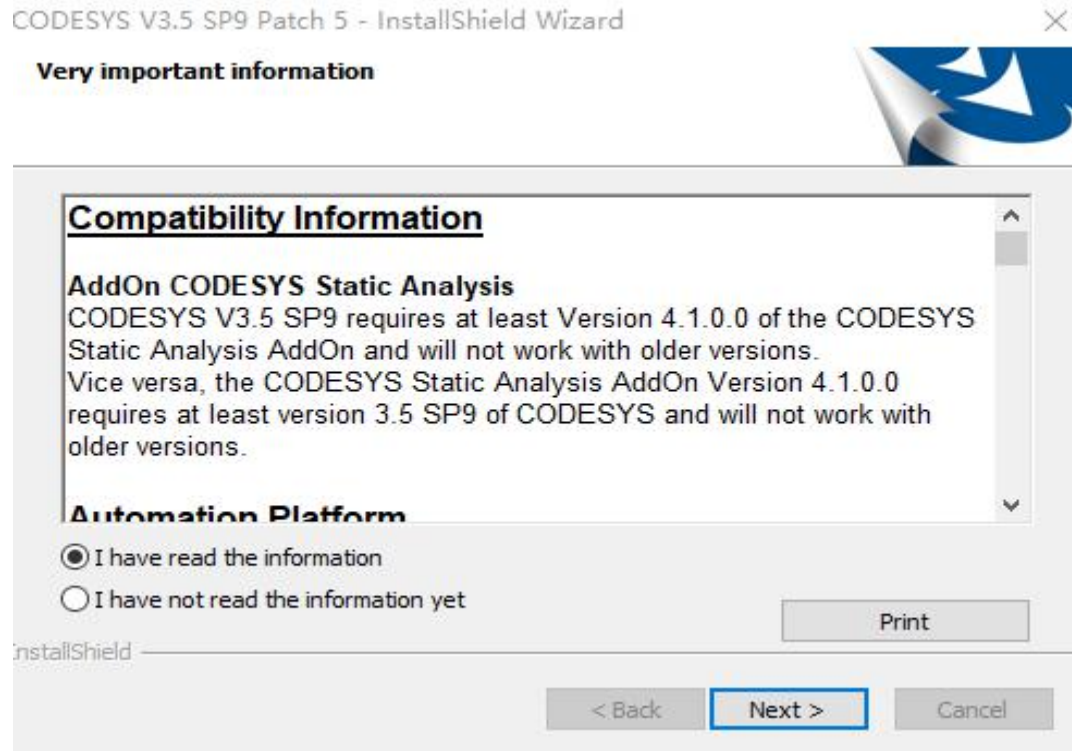

图 2-1-10 CodeSys IDE 安装步骤 8
8、安装完成，出现图 2-1-10 所示界面，选择“I have read the information”，点击“Next”；